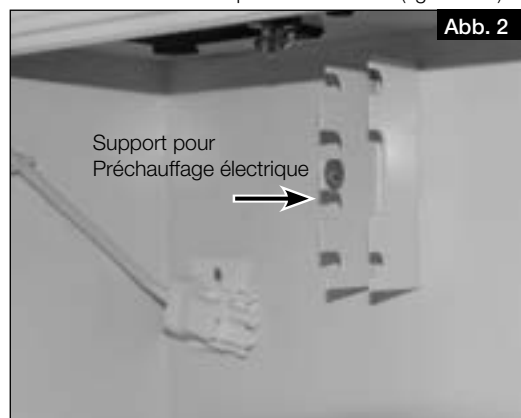

Abb. 2
4. Fixer le préchauffage électrique sur le support prévu à cet effet avec la vis et le disque denté fournis. (fig. 2 et 3).